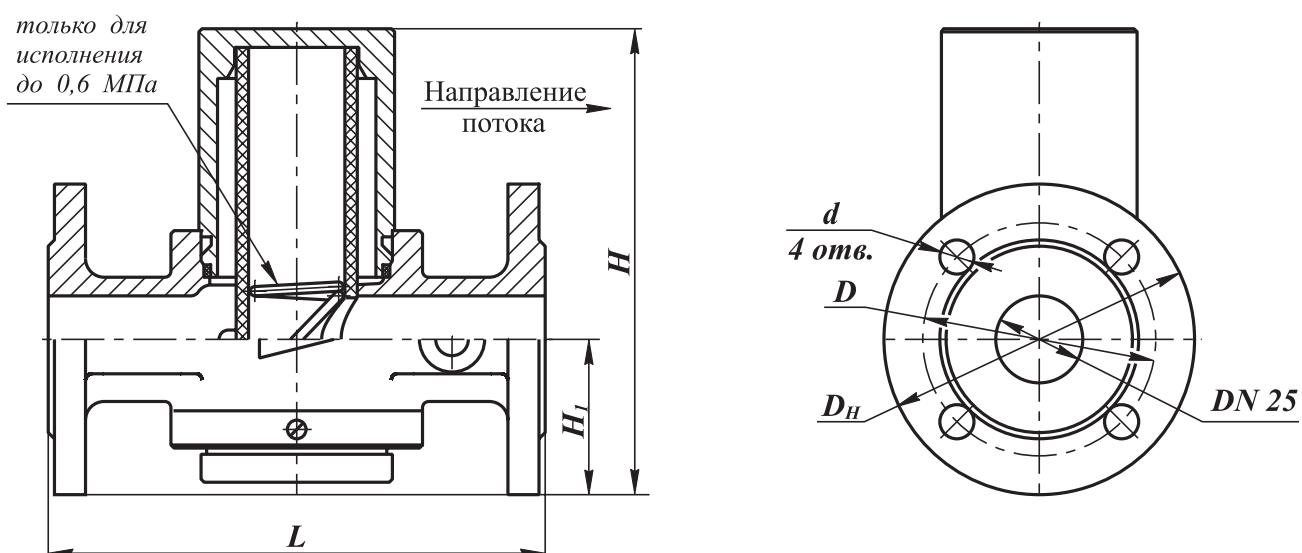

Рис. 21-2. Фильтры газовые фланцевые на DN 25
- .2 - длинная верхняя крышка, короткая нижня крышка (изображено на рис. 21-2);